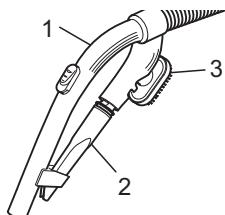

Abb. 5
- Als **Zubehör** sind die Fugendüse und die 2 in 1 Kombidüse im Lieferumfang enthalten. Sie können an der Zubehörhalterung (Abb. 5/1) befestigt werden.
- **Fugendüse (Abb. 5/2)**
- 2 in 1 Kombidüse (Abb. 5/3) zu verwenden als: